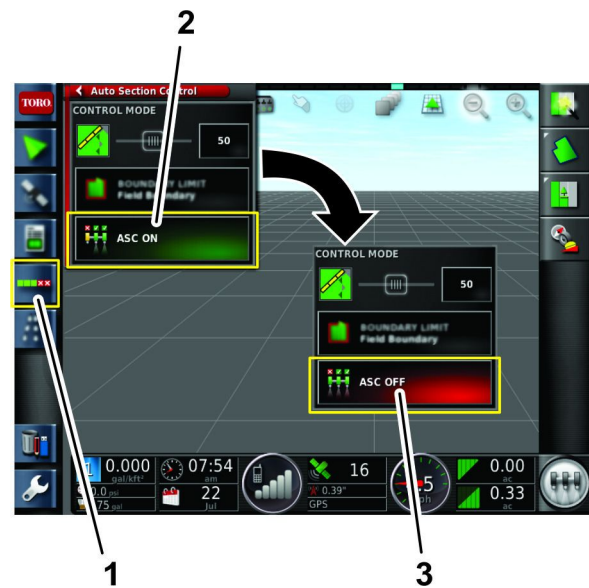

Figura 94
- A. Aprite l'icona ASC (Auto-section controller, controllo della sezione automatica)(Figura 94).
- B. Premete l'icona ASC impostandola su OFF (Figura 94).